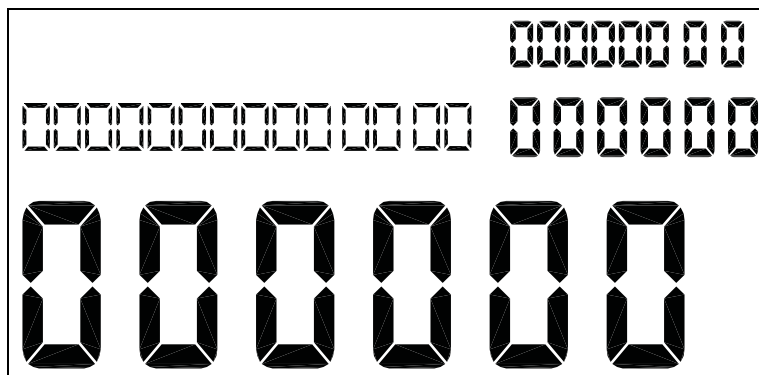

Figura 4. Todos los ceros activos en los campos de la pantalla
- Todos los ceros aparecen en los cuatro campos de valor de la pantalla (ver Figura 4)